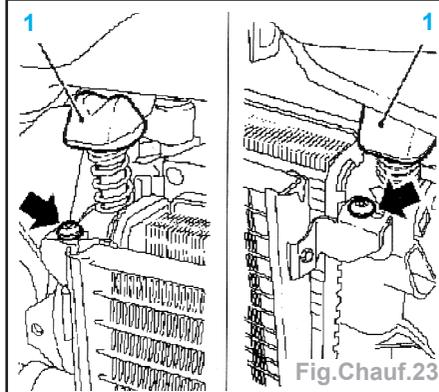

Fig. Chauff.23
- Déposer les guides de ressort supérieurs (1) de leur position (Fig. Chauff.23).